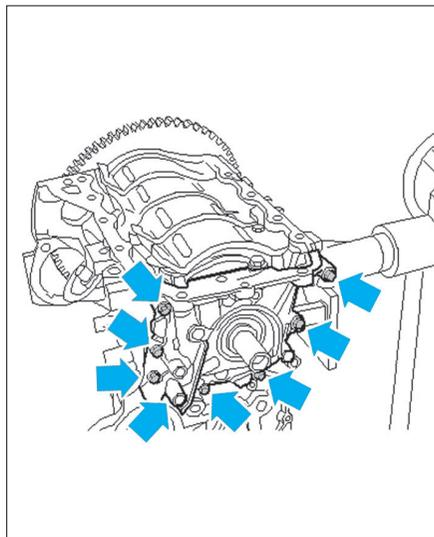

Fig. 17
- les vis de fixation de la pompe à huile et la dégrager (Fig.17).